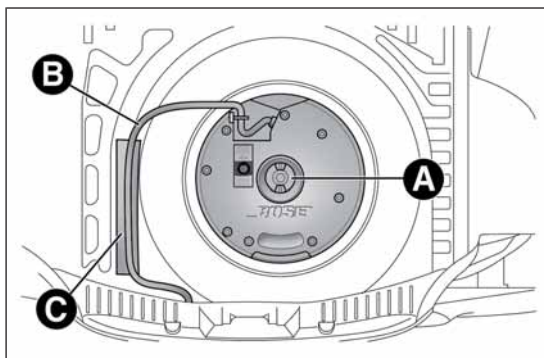

РИС. 123
- отвинтите фиксатор А РИС. 123, поднимите сабвуфер и снимите соединительный провод В с липучки С;
- приложите провод В РИС. 123 к липучке С чтобы его не пережать;